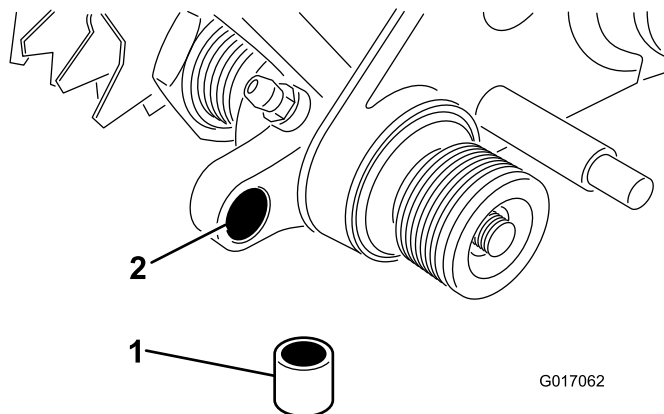

Figura 9
20. Inserite una boccola nel foro del gruppo di rotazione sinistro del groomer (Figura 9).